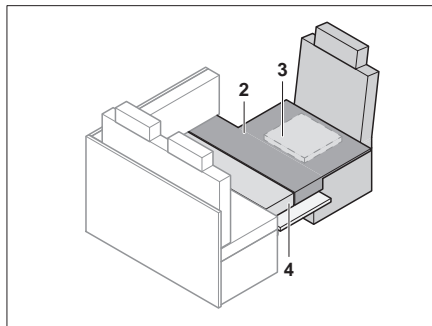

Bild 156 Nach dem Umbau
- Zusatzpolster wie in Bild 156 gezeigt auflegen.